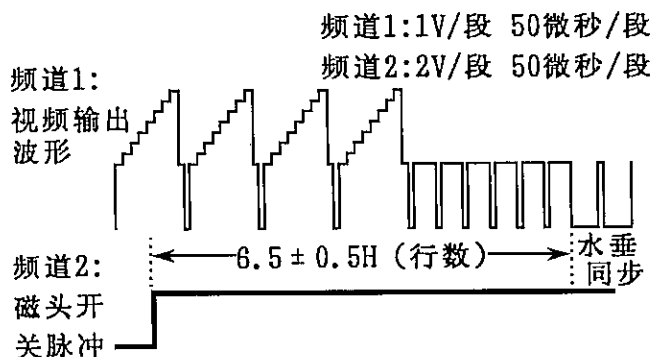

图 2-1
4. 调节 R7701，使双轨迹示波器荧屏上出现的波形达至图 2-1 所示的 $6.5 \pm 0.5H$ (行数)。